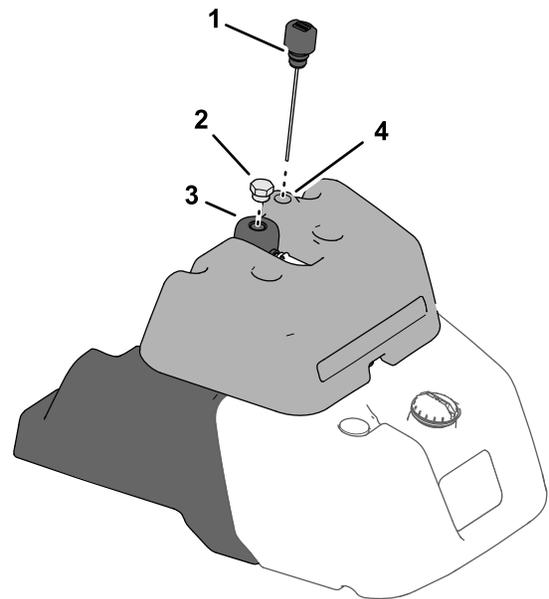

Figure 34
- Si la machine comporte une jauge de carburant au sommet du réservoir de carburant, localisez la jauge d'huile du système hydraulique au sommet du réservoir de liquide hydraulique (Figure 34), puis passez à l'opération 3.